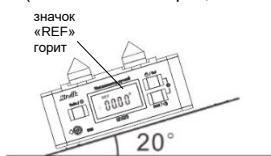

Рисунок 6
2. Нажмите кнопку , чтобы перевести прибор в режим относительных измерений (значок "REF" горит, показания на приборе «0») (рис.6).